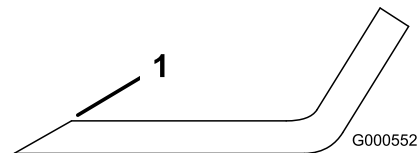
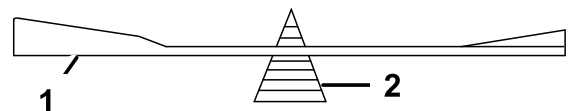

Figure 44
Figure 45
1. Au moyen d'une lime, aiguisez les tranchants aux deux extrémités de la lame (Figure 44). Veillez à conserver l'angle de coupe d'origine. Limez la même quantité de métal sur chacun des deux tranchants pour ne pas déséquilibrer la lame.
2. Vérifiez l'équilibre de la lame en la plaçant sur un équilibreur (Figure 45). Si la lame reste horizontale, elle est équilibrée et peut être utilisée. Si la lame est déséquilibrée, limez un peu l'extrémité de la partie relevée seulement (Figure 44). Répétez la procédure jusqu'à ce que la lame soit équilibrée.